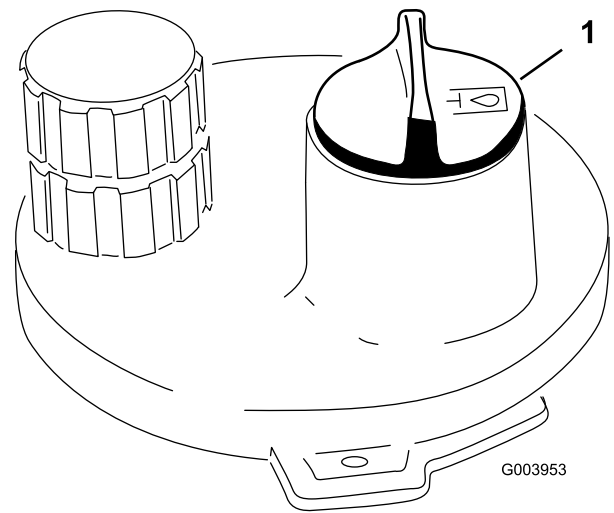

Figure 35
3. Nettoyez la surface autour du goulot de remplissage et du bouchon du réservoir hydraulique (Figure 35). Enlevez le bouchon du goulot de remplissage.